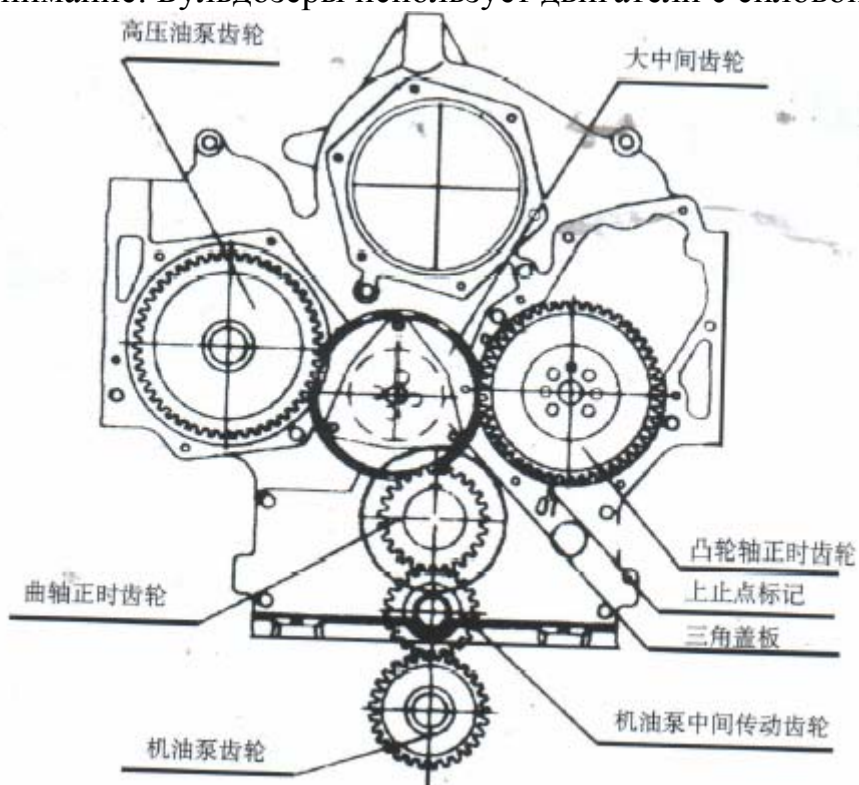

Рис. 16 Зубчатое колесо кулачкового вала
2. При вращении зубчатого вала кулачкового вала зазубрина на верху среднего зубчика должна совпадать с зазубриной ОТ полости зубчатой передачи, должен вращаться до установленной частоты вращения. (см. 1 главу бланка, рис.16) стр.45
3. Установка малого/большого среднего зубчатого колеса: установить в соответствии с установленной частотой вращения. Когда большое среднее зубчатое колесо одновременно не сцепляется с зубчатой передачей коленчатого вала и кулачкового вала, можно их ослабить (можно только ослабить). (см. рис. 16,17,18)